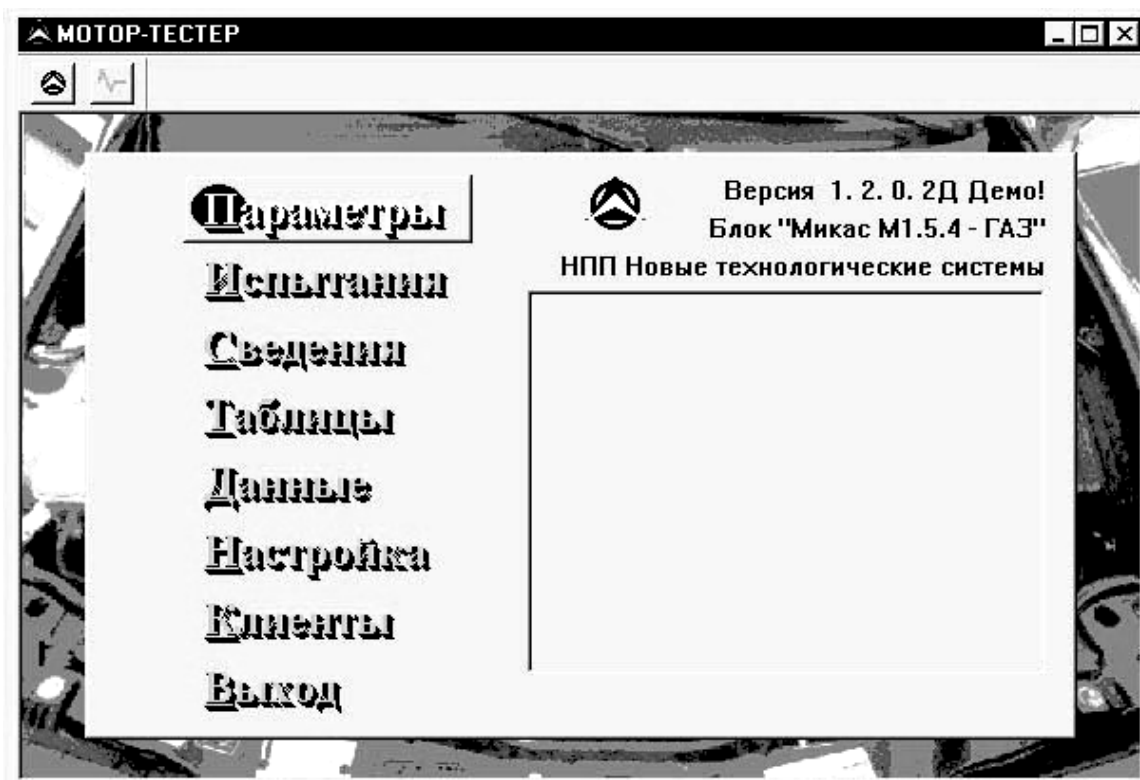

Рисунок 12 – Окно главного меню программы "Мотор-Тестер"
4.3 Изучить главное меню программы, рисунок 12.